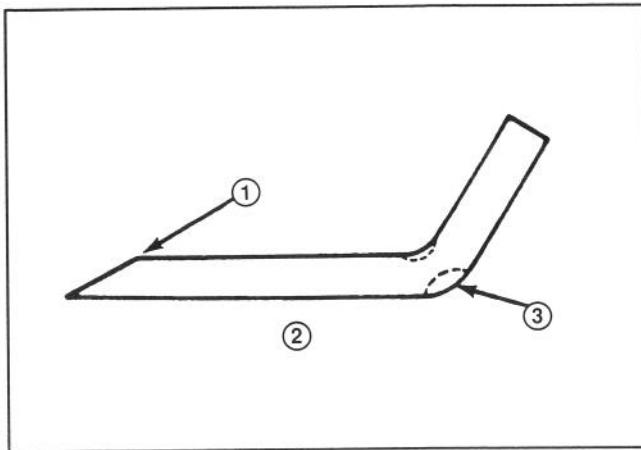

Fig. 13
Controllate la lama ogni volta che rovesciate il trattore poggiandolo sulla parte posteriore. Se il bullone che fissa la lama è allentato, avvitatelo a 61–81 Nm. Se la lama, o la pala (Fig. 13) in cima alla lama sono usurate, corrose o incrinata, sostituite la lama. Sostituete la lama se è piegata o se è sbilanciata. Usate sempre lame di ricambio originali TORO per garantire sicurezza e prestazioni ottimali. **NON UTILIZZATE MAI ALTRE LAME NEPPURE SE SEMBRANO ADATTE.**
7. Usando una lima, affilate il tagliente da ambo i lati della lama (Fig. 13).